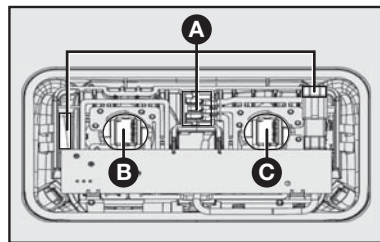

fig. 26
- Desconectar os cabos dos conectores **A-fig. 26**.
- Girar o porta-lâmpada **B** ou **C-fig. 26** no sentido anti-horário e retirar a lâmpada a ser substituída.